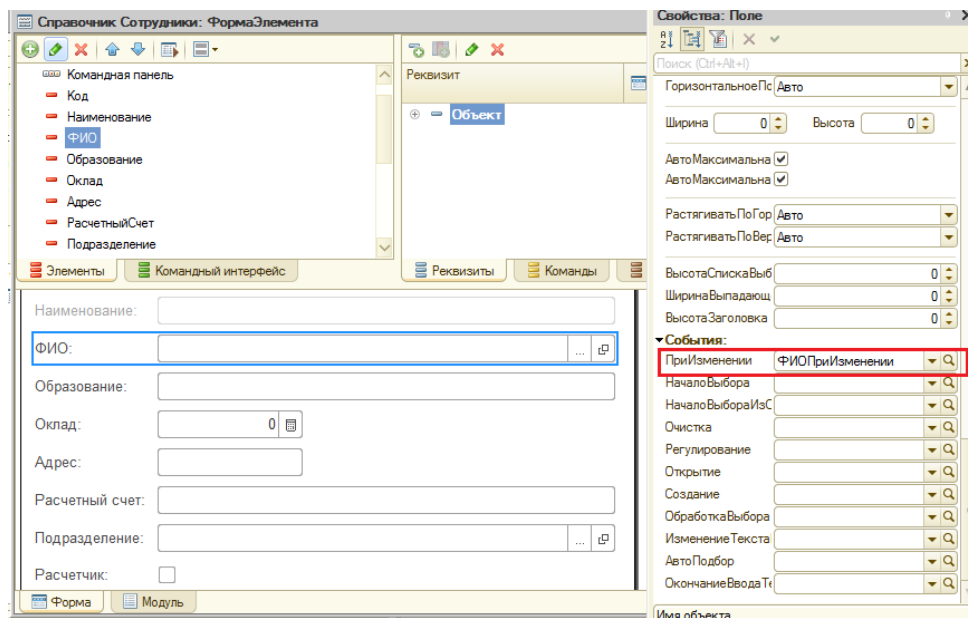

Рисунок 10.5 - Выбор события формы для поля ФИО
5. Теперь подумаем над тем, как автоматически заполнить поле **Наименование** на основе данных полей **ФИО** и **Подразделение**. Сделать это можно различными способами, мы реализуем следующую функциональность: перехватим события изменения полей **ФИО** и **Подразделение** и вызовем в обработчике каждого из этих событий процедуру, заполняющую поле **Наименование** (рисунок 10.5). Так пользователь, заполняющий элемент справочника, сможет сразу же увидеть результаты формирования наименования.